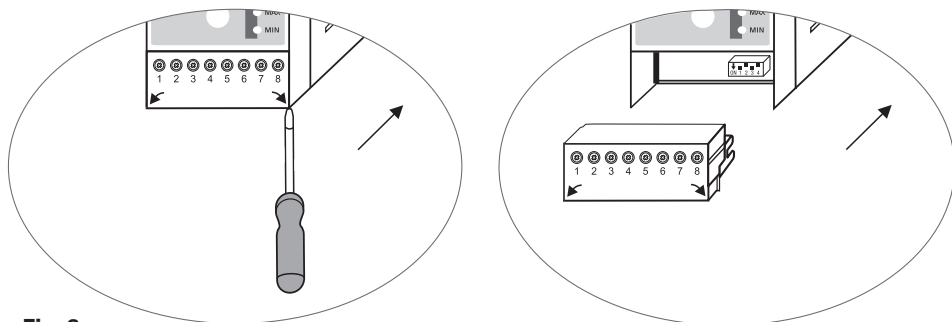

Fig. 6
- Untere und obere Klemmleiste abziehen **Fig. 6**